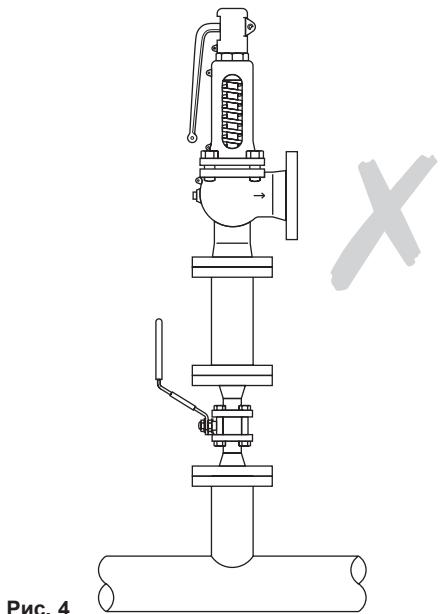

Рис. 4
5.3 Не должно быть никаких дополнительных клапанов или фиттингов на трубопроводе перед предохранительным клапаном (Рис. 4).